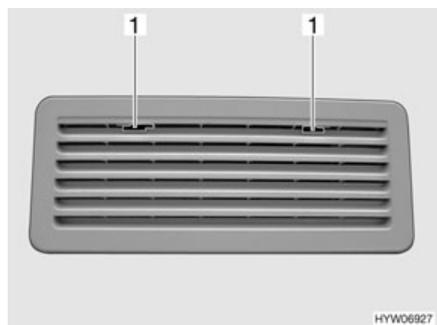

Fig. 210 Rejilla de ventilación del frigorífico (Thetford)
- Deslizar el bloqueo (Fig. 210,1) hacia el centro.